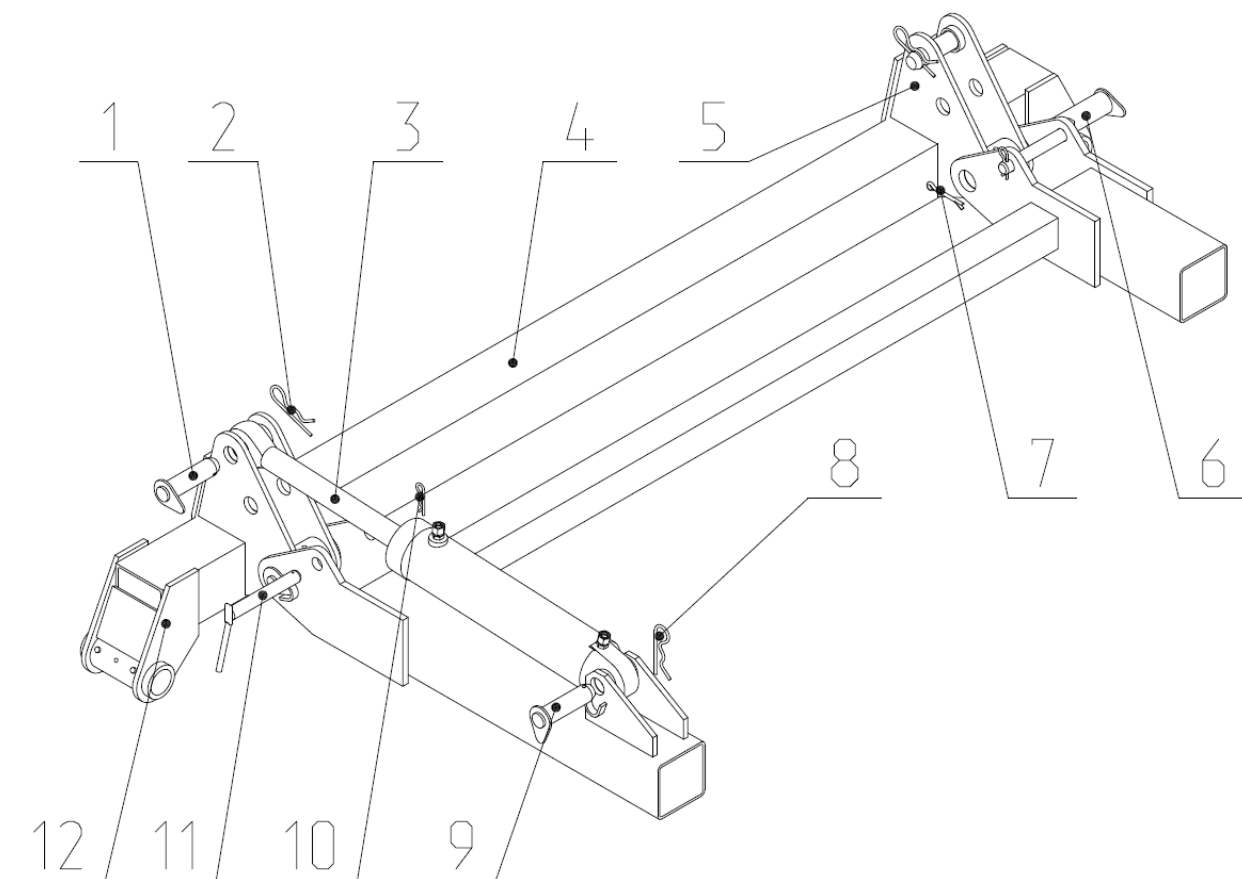
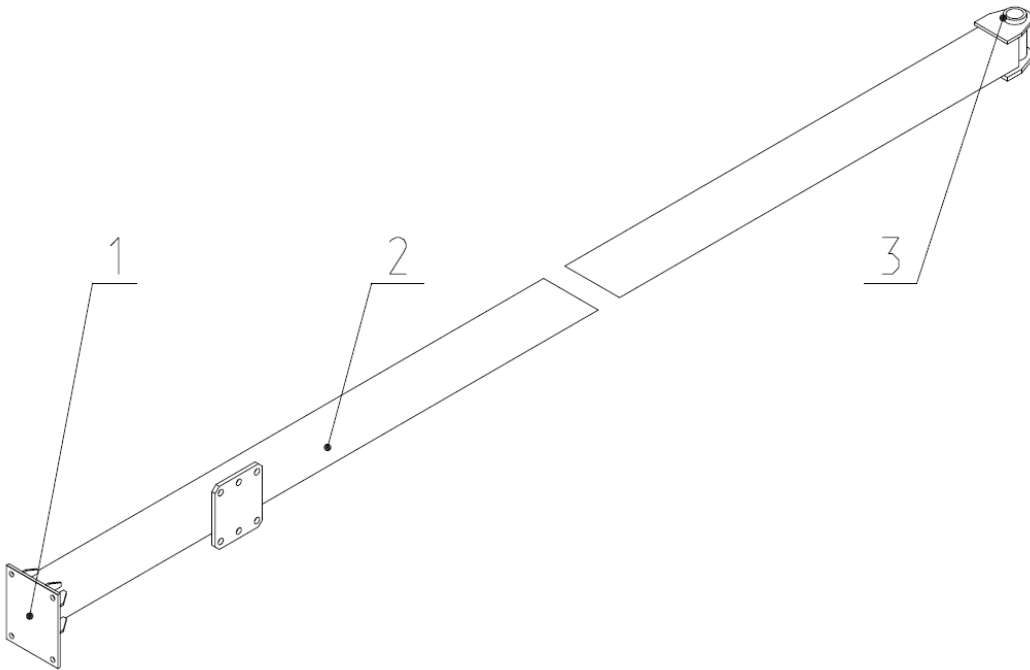
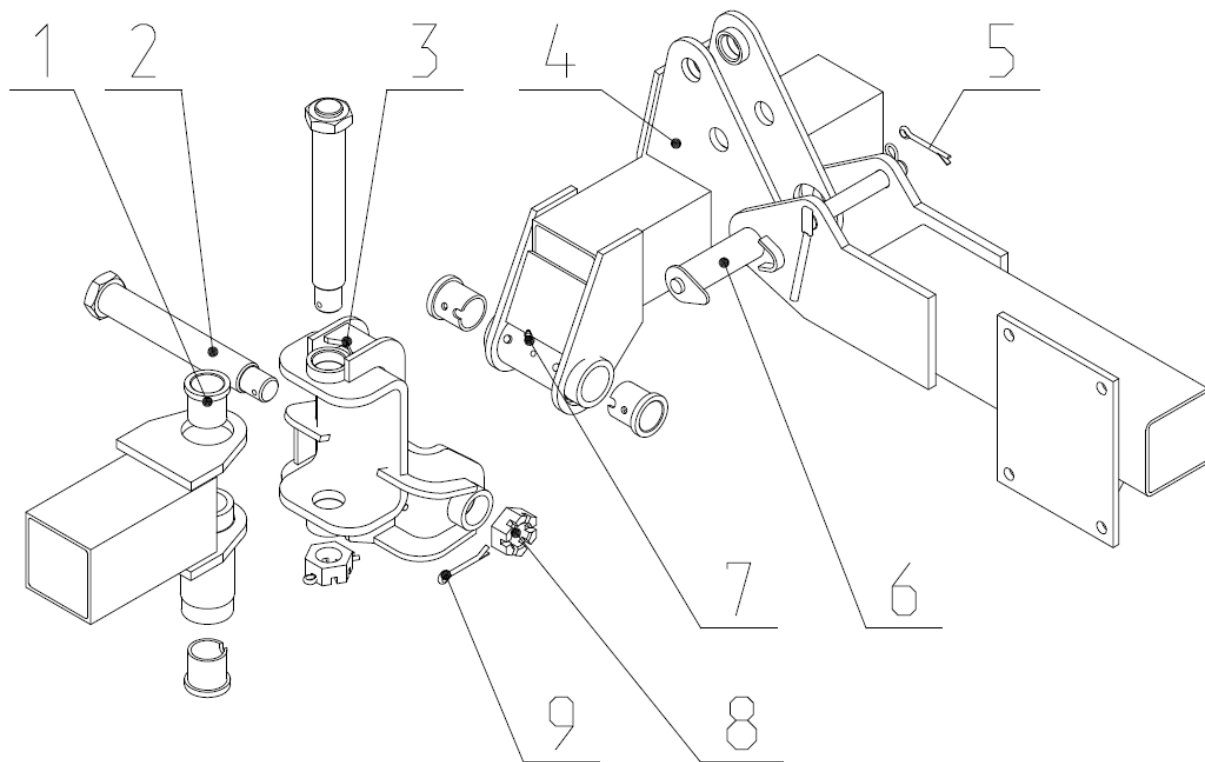
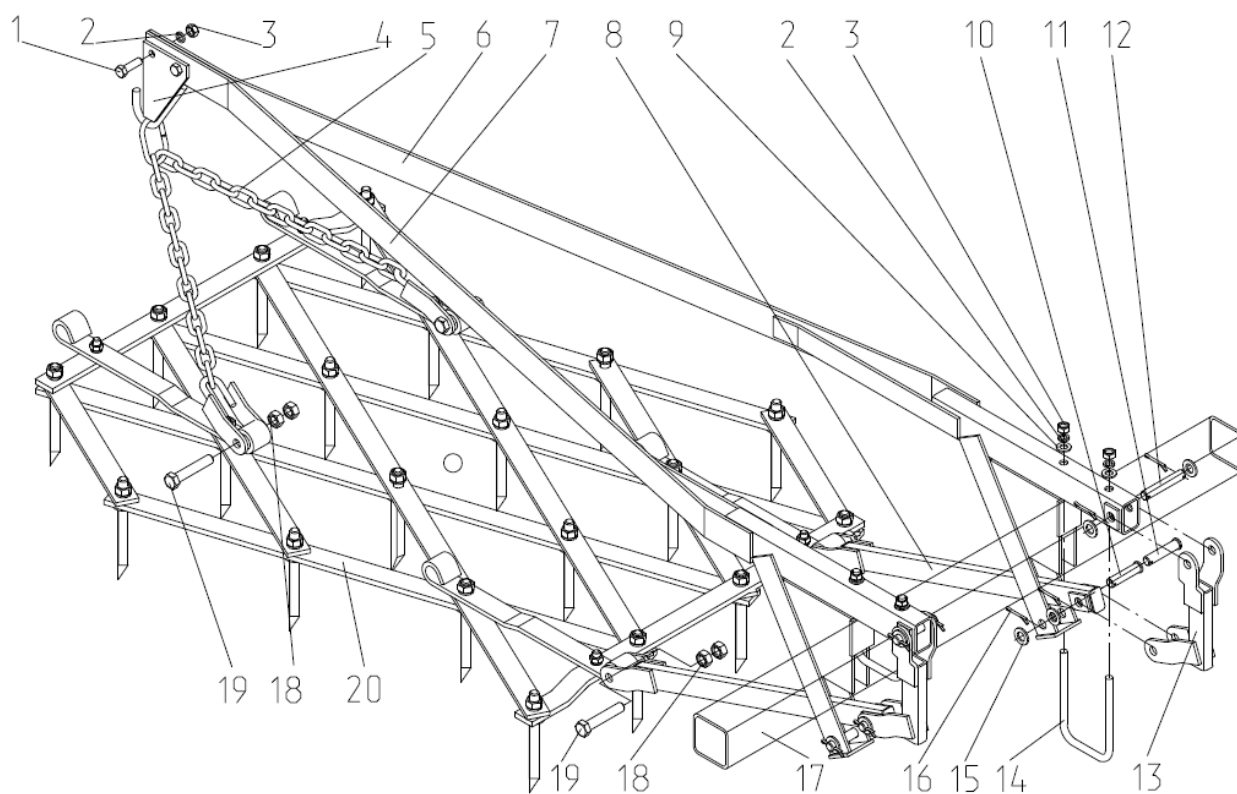

Рис.3 Балка центральная.
Рис.4 СГ21К 01.020 Балка боковая.
Рис.5 Шарнирное соединение балок.
Рис.11 Навеска боронок.
2.1.2 Балки боковые (рис.4) и балка центральная (рис.3) служат для закрепления на них навесок для борон (рис.11), на которых в свою очередь навешиваются зубовые бороны БЗСС-1,0. Балка центральная (рис.3) представляет собой квадратную трубу 4 на которой приварены кронштейн 5 и кронштейн 12. Кронштейн 2 служит для присоединения балки к снице и фиксации ее гидроцилиндром 3. Кронштейн 12 служат для присоединения к балке центральной боковых балок через крестовину 3 (рис.5).
2.1.3 Балка боковая состоит из трубы 2 (рис.4), фланца 1 и стакана 3.
2.1.4 Балка боковая состоит из трубы 2 (рис.4а), фланца 3 и стакана 1.
Рис.4а СГ21К 01.020-01 Балка боковая.
2.1.5 Крестовина 3 (рис.5) служит соединительным звеном между боковыми и центральной балками, и позволяет бороне копировать рельеф почвы. Крестовина представляет собой сварную конструкцию из двух скоб и жесткостей из косынок и планок.